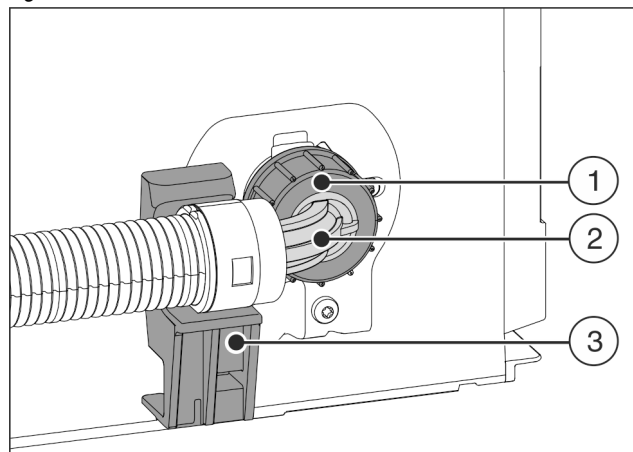

Fig. 9
- ▶ Zahnutý konec hadice Fig. 9 (2) umístěte vodorovně na držák Fig. 9 (3) a přidržte.
- ▶ Rukou našroubujte matici Fig. 9 (1) na závit, až dosáhnete bezpečného a pevného usazení.